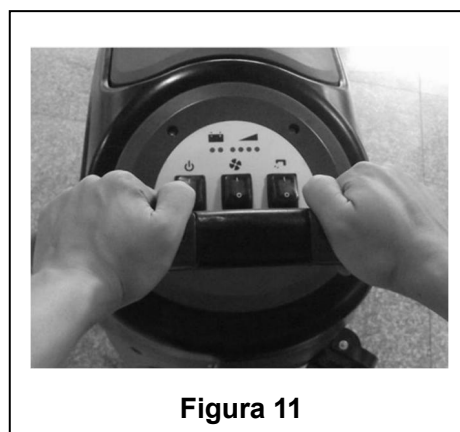

Figura 11
Após experiência, o método de mover a máquina como mostrado na Figura 11 à direita é mais adequado, os utilizadores estão mais confortáveis nas mãos, e reduz a fadiga de trabalho. Por isso, recomendamos que os utilizadores movam a máquina seguindo este método.
2. Segure o interruptor de segurança (1) (de acordo com a Figura 11), empurre para mover a máquina e inicie a limpeza.